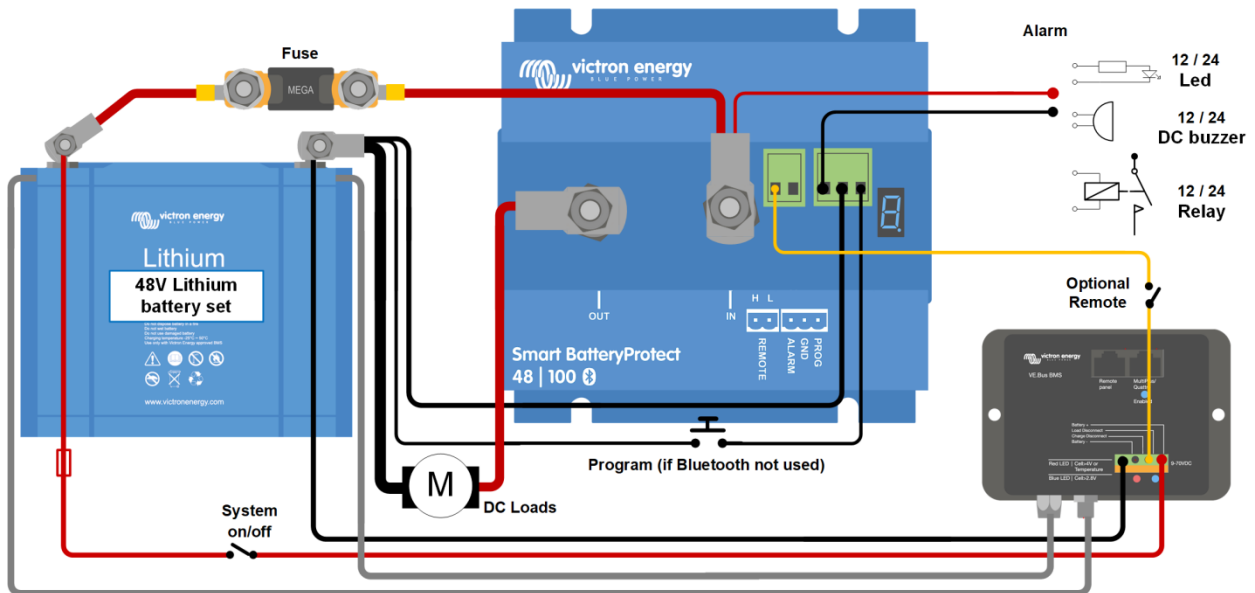

Figuur 1: Verbindingschema van de SBP 48|100
- Een externe aan-/uitschakelaar kan worden aangesloten tussen Externe H en Externe L (zie figuur 1). Als alternatief, kan aansluitklem H worden omgeschakeld naar accu-plus of kan aansluitklem L worden omgeschakeld naar accu-min
- Er kan een zoemer, LED of relais worden aangesloten tussen de alarmuitgang en de accu-plus (zie figuur 1). Maximale belasting op de alarmuitgang: 50 mA (kortsluitvast)